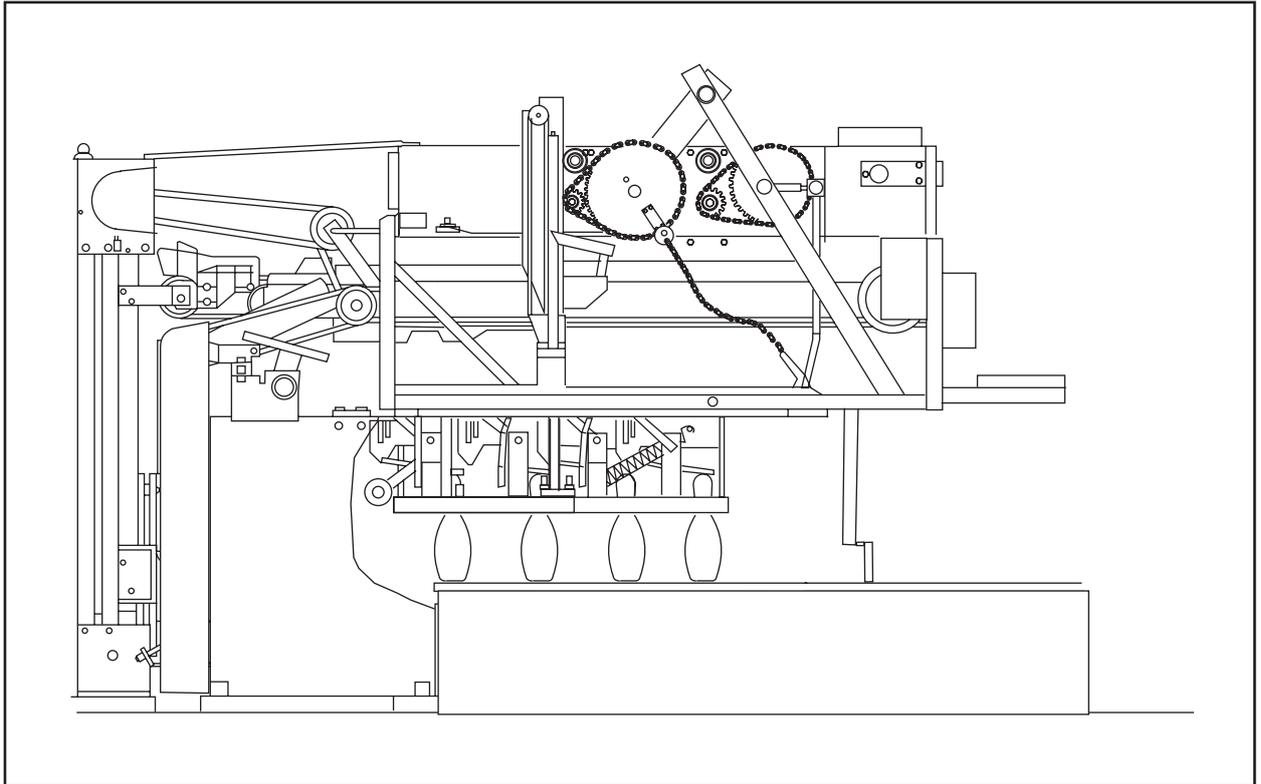

Figure 1-11. Détection des quilles.
- A. Détecter les quilles qui sont restées debout après qu'une boule soit passée. *Figure 1-11.*